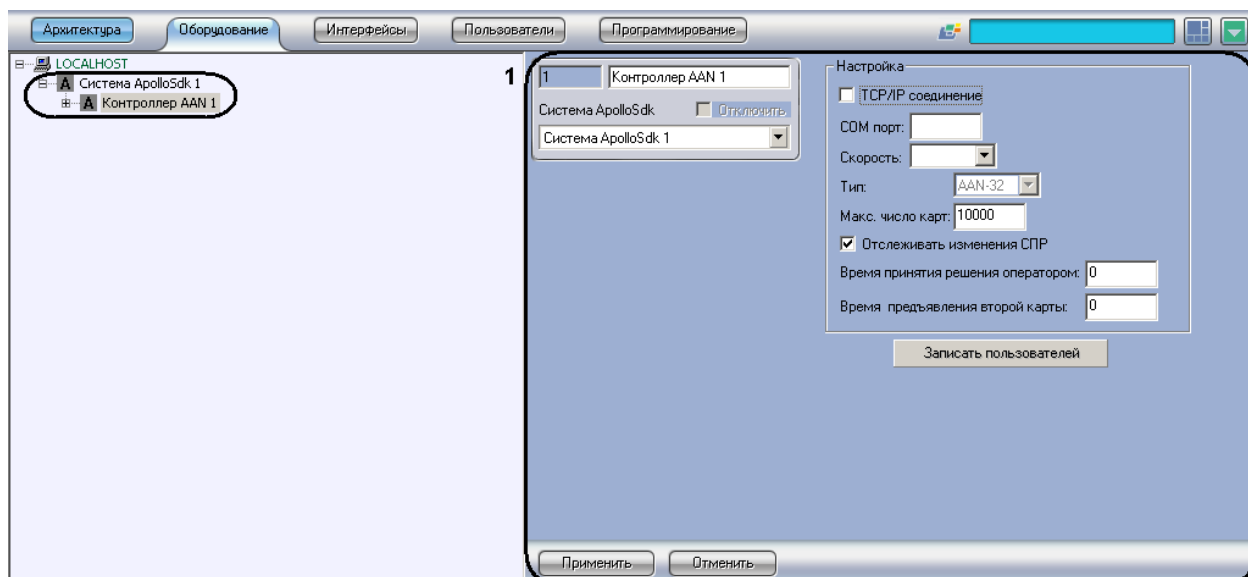

Рис. 3.2-2 Объект Контроллер AAN
1. Создать на базе объекта **ApolloSDK** объект **Контроллер AAN** (Рис. 3.2-2).
2. Перейти на панель настроек объекта **Контроллер AAN** (см. Рис. 3.2-2, 1).